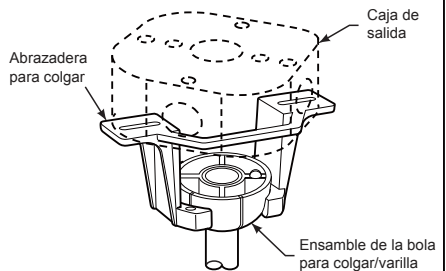

Figura 4
4. Enrosque el soporte de la varilla y alinee los orificios de la clavija de horquilla en ambas piezas. Instale la clavija de horquilla y asegúrela con la pinza de horquilla. Fije los dos tornillos de presión y las tuercas de seguridad en el soporte de la varilla interior. (Figura 4)
2. Levante cuidadosamente el ventilador y coloque el ensamble de la bola para colgar/varilla en la abrazadera para colgar que acaba de fijar a la caja de salida. Asegúrese de que la ranura de la bola esté alineada con la lengüeta de la abrazadera para colgar. (Figura 4)
3. Realice las conexiones de cables al bloque del terminal como se muestra en la Figura 4.
Instale la cubierta del cable del kit de iluminación en la ensamble del kit de iluminación usando las dos ranuras con clave. Sustituya el tornillo extraído y fije bien los tres tornillos. (Figura 4)
4. Para que el ventilador sea funcional, instale las pila (incluidas) de 3V en el transmisor del mando a distancia. Mientras el ventilador esté apagado. A continuación, siga el proceso de fijación remota de código. Si no se utiliza el ventilador durante un largo periodo de tiempo, extraiga la batería para evitar cualquier daño al transmisor. Almacene el mando a distancia en un lugar alejado del calor o la humedad excesiva. (Figura 4)